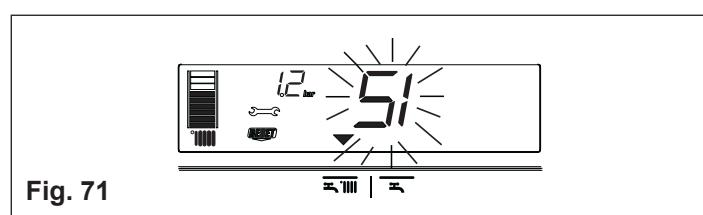

Fig. 71
3) Visualização dos ícones e (fig. 71)